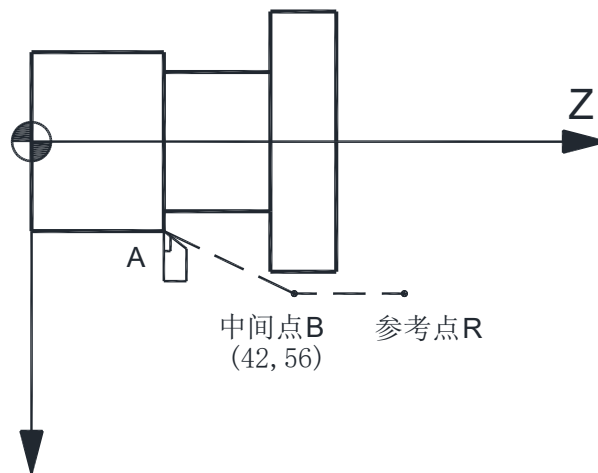

图 2-11
- (1) 以快速回零速度从当前位置定位到指令轴的中间点位置 (A 点—B 点), 如图 2-11。
- (2) 以快速回零速度从中间点向参考点方向移动 (B 点—R 点)。
- (3) 检测到减速信号后, 低速运行寻找精定位信号。
- (4) 检测到精定位信号后, 返回零点执行完毕, 回零灯亮。